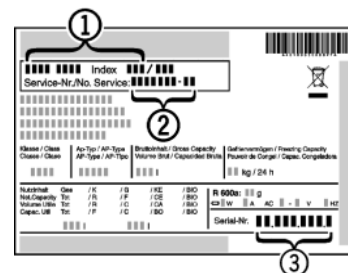

Fig. 17
- Считать обозначение устройства *Fig. 17 (1)*, сервисный номер *Fig. 17 (2)* и серийный номер *Fig. 17 (3)* с заводской таблички. Заводская табличка находится внутри устройства слева.